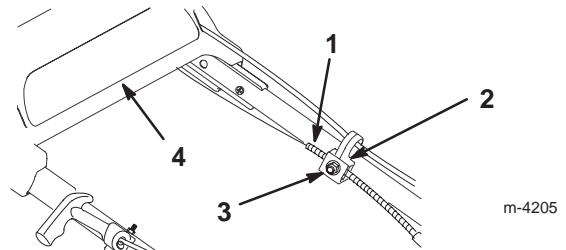

Bild 20
3. Lockern Sie die Mutter an der Zugstütze (Bild 20).
5. Wenn der obere Griff so weit wie möglich nach hinten gedrückt ist, und das Antriebsteil nach unten gehalten wird, ziehen Sie den Zugspirale nach unten (zum Rasenmäher), bis der Zug stramm ist (Bild 20).
6. Ziehen Sie die Mutter an der Zugstütze fest (Bild 20).